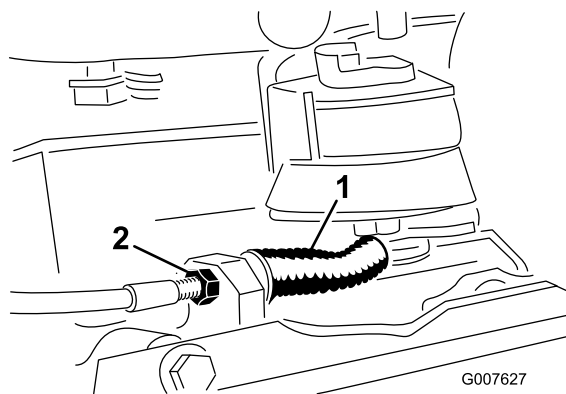

图35
- 要减少拉线的张力应拧松前拉线锁紧螺母同时拧紧后锁紧螺母图35。必要时重复步骤 1 和 2 并调节张紧力。
- 要增加拉线的张力应拧紧前拉线锁紧螺母同时拧松后锁紧螺母图35。必要时重复步骤 1 和 2 并调节张紧力。